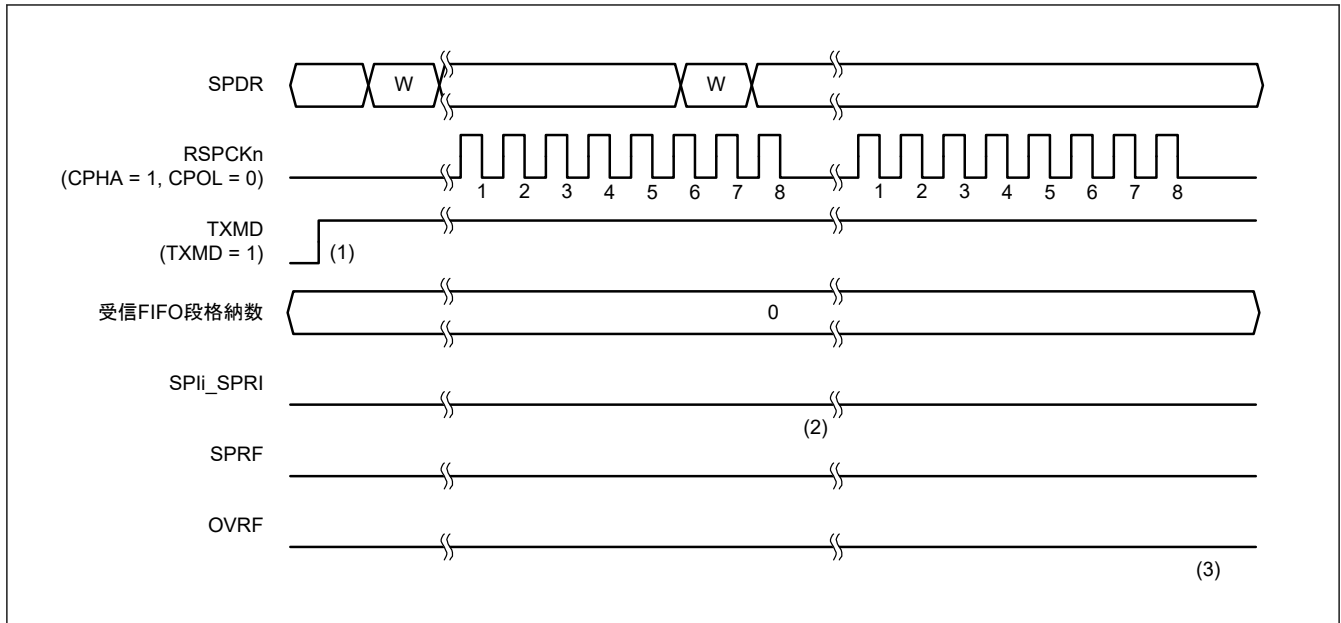

図 30.31 SPCR.TXMD[1:0] = 01b の動作例
図 30.31 に、SPI コントロールレジスタ (SPCR) の通信モード選択ビット (TXMD[1:0]) を 01b に設定した場合の動作例を示します。この例では、SPDCR2.TTRG が 0、SPDCR2.RTRG が 0、SPCMDm.CPHA ビットが 1、SPCMDm.CPOL ビットが 0 の設定で、SPI が 8 ビットのシリアル転送を実行しています。RSPCKn 波形の下に記載した数字は RSPCK サイクル数 (= 転送ビット数) を示しています。
以下に、図 30.31 の (1)~(3) に示したタイミングでのフラグの動作内容を説明します。